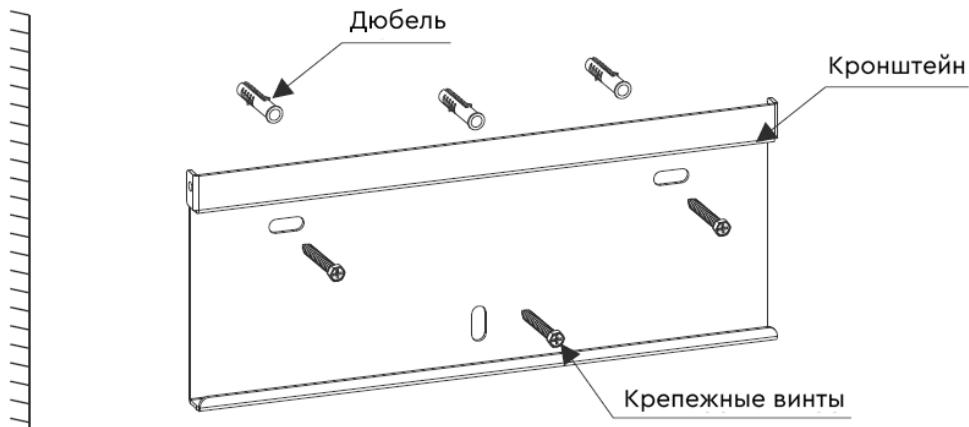

Рисунок 7. Монтаж кронштейна на стене
- Убедитесь, что кронштейн размещен на стене ровно, а монтажные отверстия (см. Рисунок 7) расположены правильно. Просверлите отверстия в стене согласно разметке.